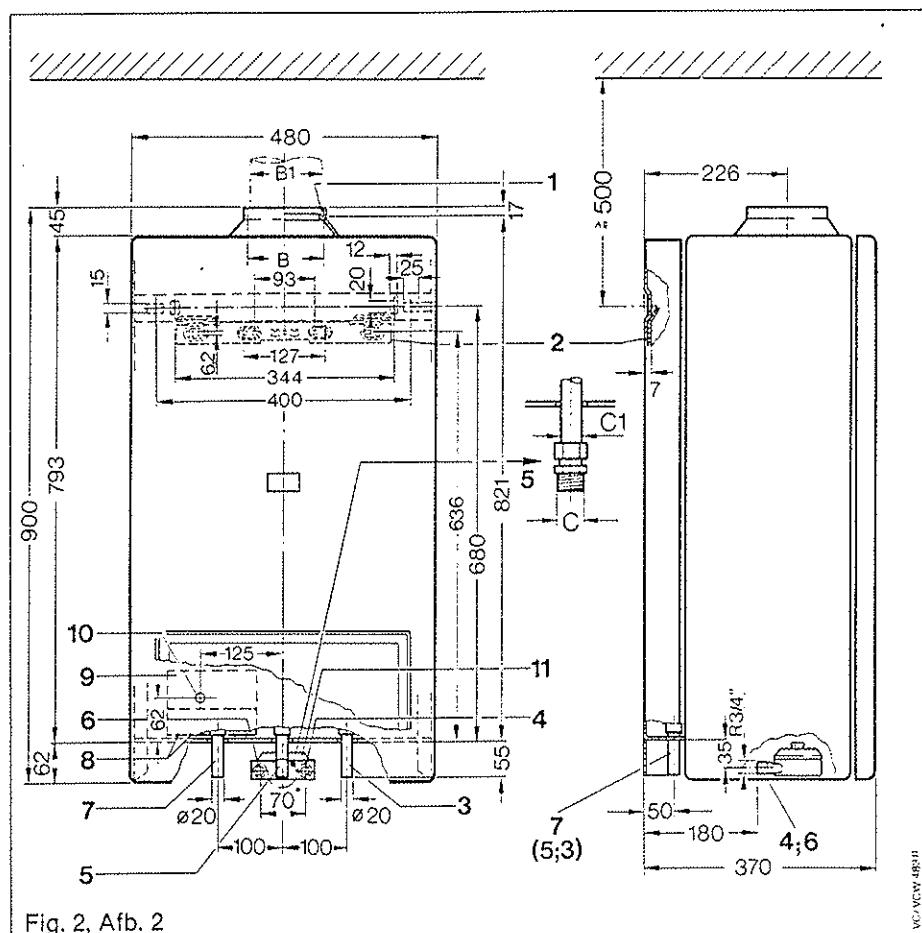

Fig. 2, Afb. 2
Si on utilise les accessoires de raccordement Vaillant, il ne reste plus qu'à effectuer le montage de la chaudière conformément à la notice de montage jointe aux accessoires de raccordement; dans les autres cas, on trouvera les cotes de raccordement à la fig. 2, page 6.
In andere gevallen vindt men de aansluitingslijsten op fig. 2 bl. 6. Het apparaat wordt aan de muur vastgehecht door middel van een beugel (2). De gasstopkraan wordt door middel van een knelkoppeling aan het apparaat verbonden en wordt met deze laatste bijgeleverd.